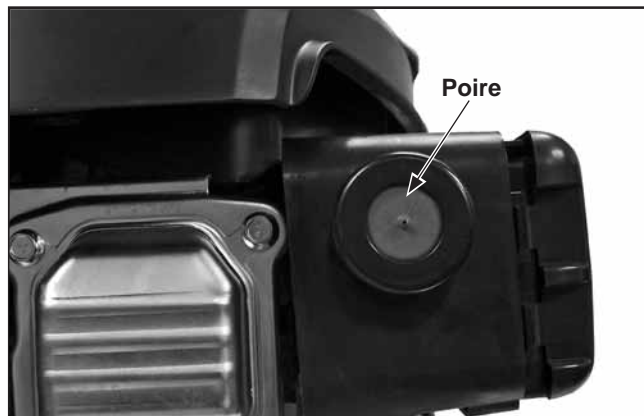

Figure 10. Poire d'amorçage.
3. Lorsque la température extérieure est supérieure à 55 °F (13 °C), appuyez trois fois au **CENTRE** de la poire d'amorçage avant le démarrage. Lorsque la température extérieure est inférieure à 55 °F (13 °C), appuyez cinq fois au **CENTRE** de la poire d'amorçage avant le démarrage. Voir les Figures 10 et 11.